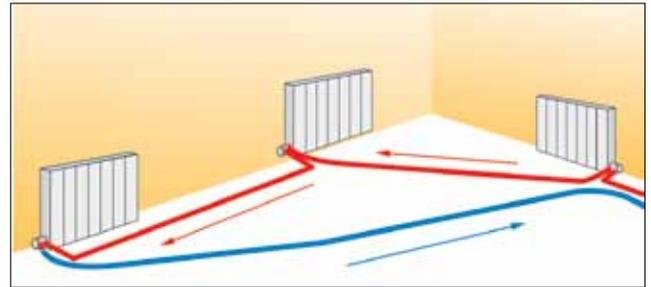

ABB. 3
- Anbindung mittels Verteilern (Abb. 3)